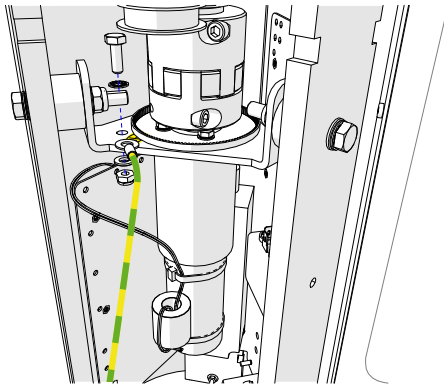

Fig. 35 - Belt replacement (Equipotential bonding)
6. Disconnect the equipotential bonding cable from the motor bracket (Fig. 35);